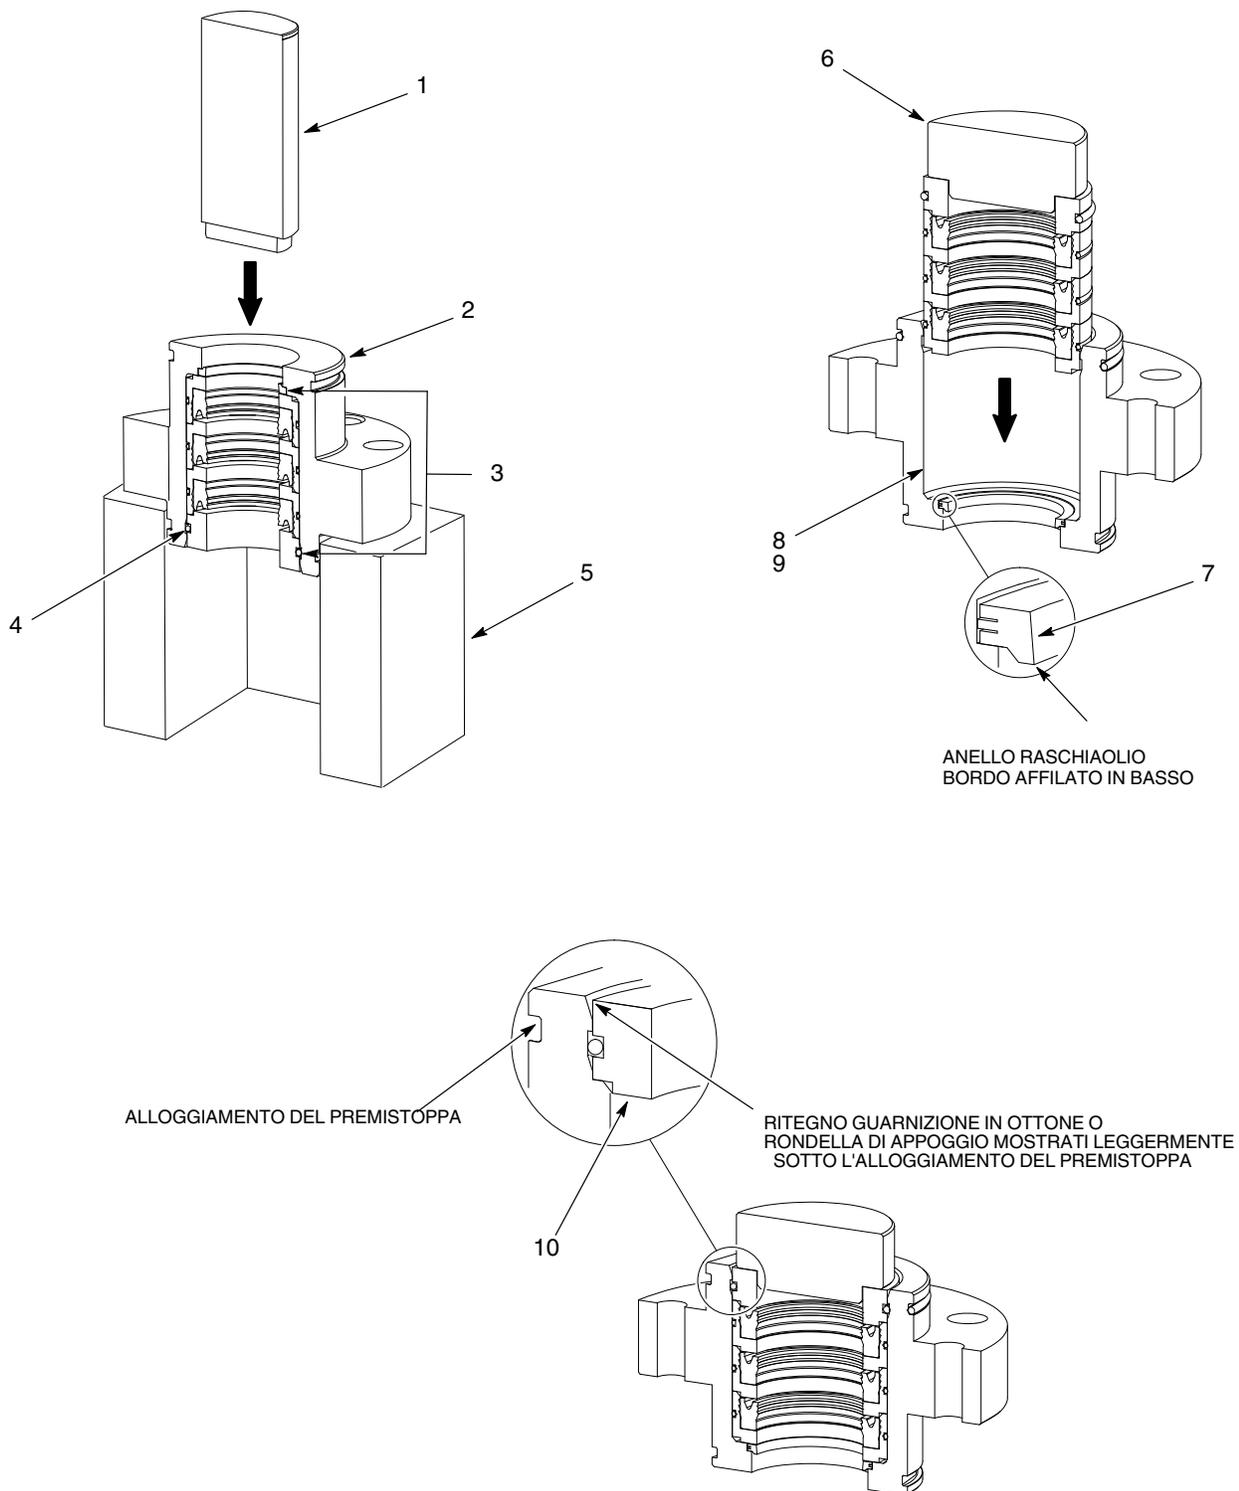

Figura 7 Tipica sostituzione dei pezzi interni del premistoppa
1. Vedi figura 7. Posizionare l'alloggiamento del premistoppa (2) su un dispositivo di montaggio (5) con l'estremità della coppa del solvente che guarda verso l'alto.
**NOTA:** Durante la rimozione dei pezzi interni la scanalatura del ritegno romperà l'o-ring (4).
2. Inserire la pressetta di rimozione (1) nell'alloggiamento del premistoppa. Usando la pressa spingere fuori i pezzi interni (3)
4. Applicare un lubrificante per o-ring (9) sul foro (8) dell'alloggiamento del premistoppa.
5. Inserire l'anello raschiaolio o l'anello di ritenuta (7) nel premistoppa (2), con il bordo affilato in basso.
6. Inserire i pezzi interni nell'alloggiamento del premistoppa (2) usando l'utensile di inserimento (6) e premendo. Assicurarsi che il ritegno della guarnizione in ottone o la rondella di appoggio (10) siano allineati o leggermente sotto l'alloggiamento del premistoppa, come illustrato.